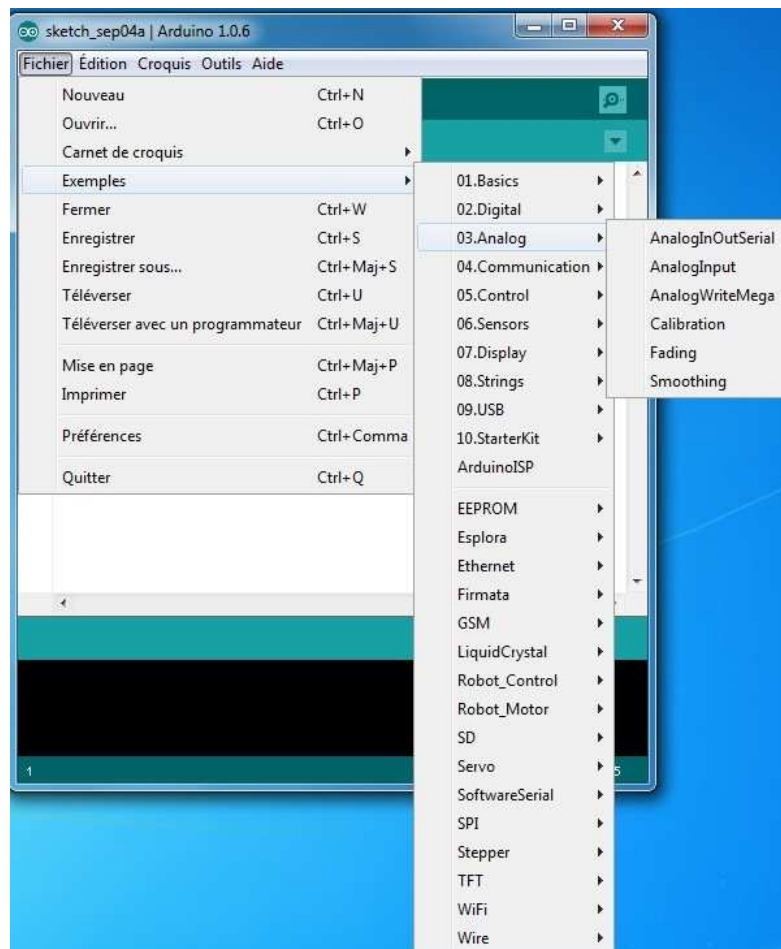

Figure 19 : Bases exemples de croquis Arduino
- Une base de programmes selon différentes rubriques, en passant par l'onglet *Fichier* puis *Exemples* (cf. Figure 19).